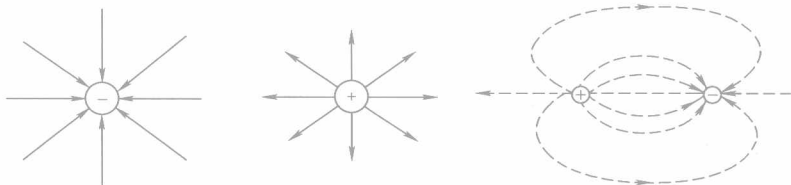

图 1-6 几种电场的电场线
电场线是电场中假想的曲线，其线的疏密表征场强的大小。静电场的电场线性质：① 不形成闭合回线，也不中断，起自正电荷，止于负电荷。② 场强大的地方，电场线密；场强小的地方，电场线疏。③ 任何两条电场线在无电荷处不相交。几种电场的电场线如图 1-6 所示。